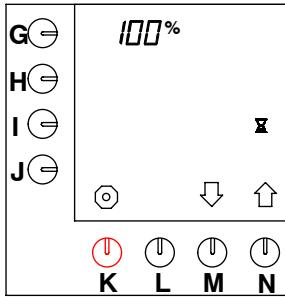

Fig. 35 Tiempo de pausa: 100 %
- Mantenga apretada la tecla de programación (N.)↑ hasta que en el display aparezca fig. 35 .